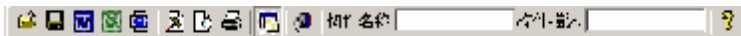

图 4.9 工具栏
- I **工具栏**: 由一系列按钮组成 (如图 4.9 所示), 每个按钮可以实现一个常用功能, 虽然菜单命令中已经包含了这些命令, 但是对于这些常用命令来说, 通过工具栏按钮来实现要方便的多。如果将鼠标在某个按钮上稍做停留, 屏幕上会自动显示该按钮的功能。当按钮颜色呈置灰状态时表示当前状态下此功能无效。工具栏上分别对应于打开、保存、生成 Word 报告、生成 Excel 报表、保存位图、打印设置、打印预览、打印、显示或隐藏测